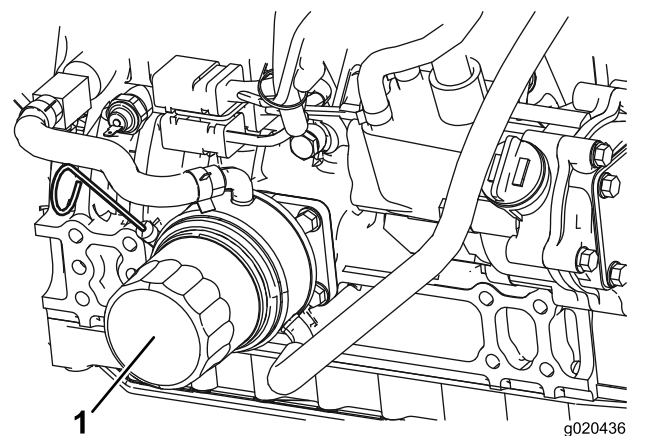

Рисунок 75
2. Извлеките масляный фильтр (Рисунок 75). Перед установкой нового фильтра нанесите на его уплотнение тонкий слой чистого масла. **Не перетягивайте фильтр.**